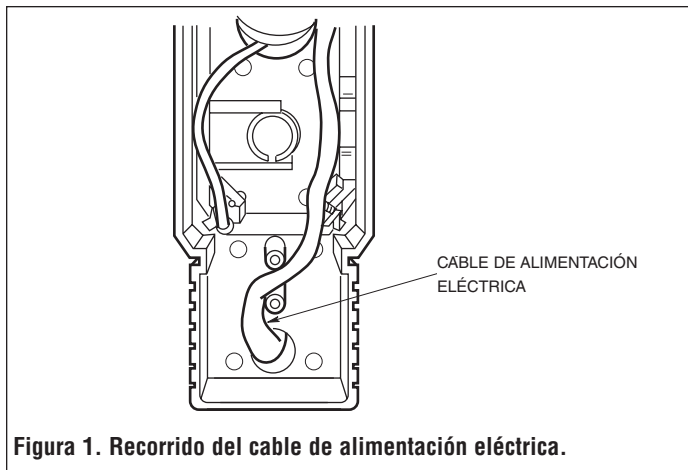

Figura 1. Recorrido del cable de alimentación eléctrica.
**NOTA:** El cable o cables de la fuente de alimentación pueden ingresar en la caja del accesorio por alguno de los dos (2) prepunzonados ubicados en la parte posterior, o por los dos (2) agujeros ubicados en la porción inferior de las cajas plásticas de conexiones. Si se utiliza un prepunzonado, se necesita un prensacable adecuado. Si se utilizan las aberturas de las cajas de conexiones, el cable debe encaminarse como se muestra en la Figura 1, a fin de proporcionar un sistema adecuado de alivio de tensiones como lo exige el Código Eléctrico Nacional de los E. U. de A.